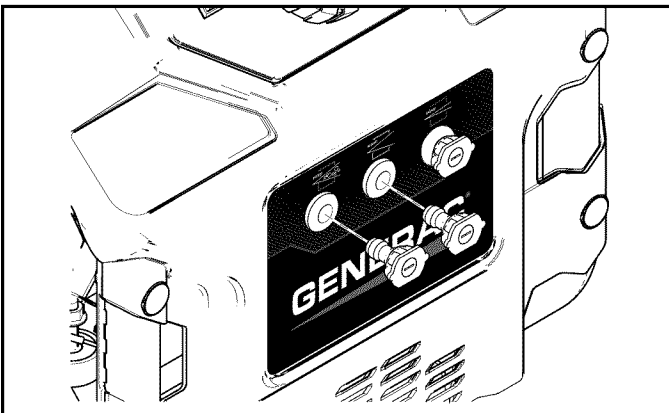

Figura 4-5. Inserción de las boquillas
5. Inserte las boquillas con código de color en los espacios provistos en el panel delantero (Figura 4-5).